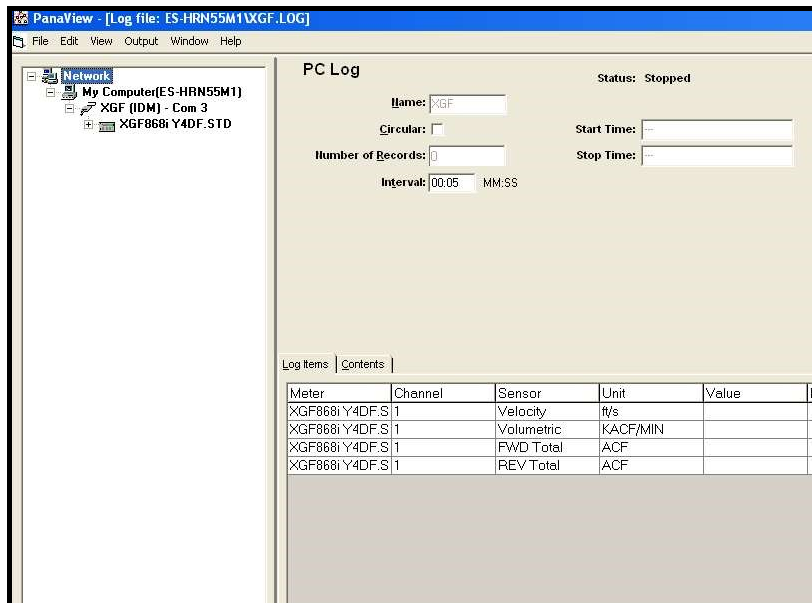

Figura 18: Ventana de registro de PC
6. En la ventana resultante del *Registro de PC* que se muestra en la *Figura 18*, coloque una marca de verificación en la casilla de texto para crear un *registro circular*, o deje esta casilla vacía para crear un registro lineal.
7. Introduzca un *intervalo de muestreo* en el cuadro de texto mostrado en la *Figura 18*.